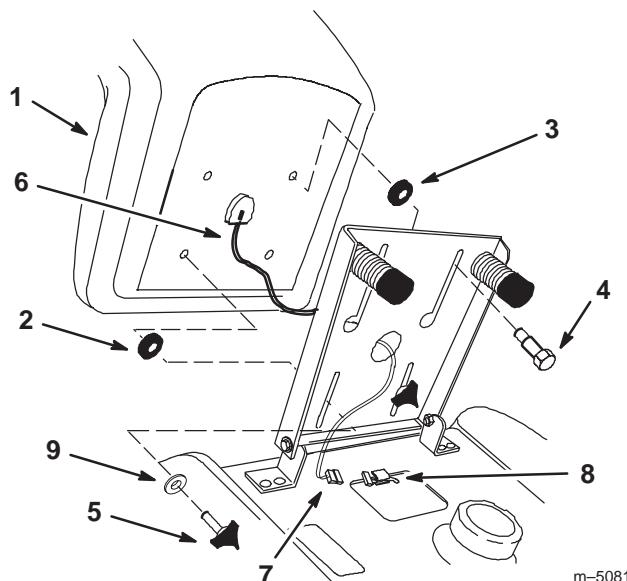

Figure 3
- Posez l'entretoise de grand diamètre et les 2 boulons à épaulement dans les trous arrière du siège (Fig. 3).
- Positionnez le siège sur son socle en insérant les 2 boulons à épaulement dans les ouvertures allongées à l'extrémité des deux fentes (Fig. 3).
- Repérez l'entretoise de petit diamètre entre le siège et le socle du siège, et vissez les 2 boutons et les 2 rondelles plates (11/32 pouce) dans les trous avant du siège (Fig. 3). Réglez le siège et serrez les boutons.
- Faites passer le fil du contacteur du siège et le connecteur par l'ouverture centrale dans le socle du siège. Poussez complètement le connecteur du contacteur du siège dans le connecteur de faisceau (Fig. 3).
- Fixez le fil du contacteur du siège à l'ouverture de l'aile (Fig. 3).